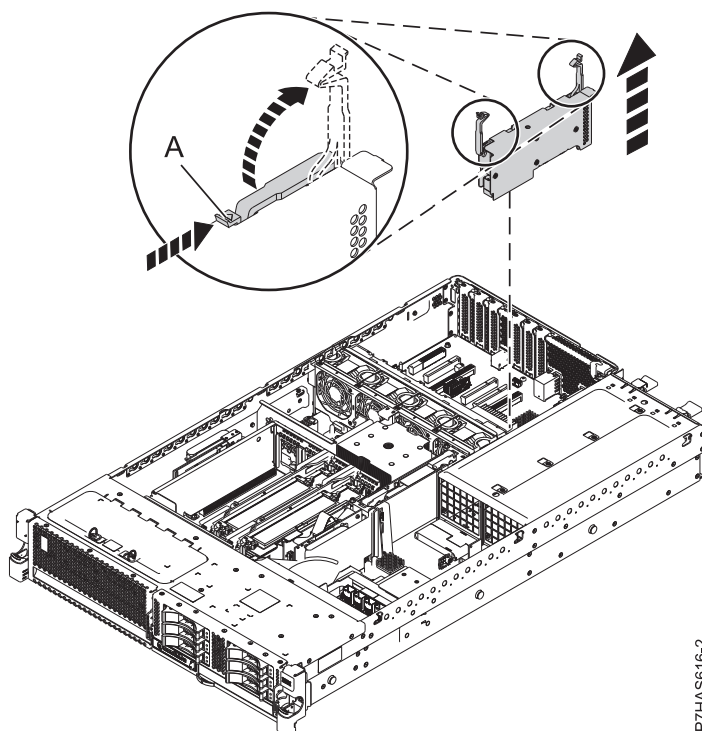

図 5. システムからのアダプターの取り外し
12. 図 5 に示すように、既存の GX アダプター (フィーチャー・コード (FC) EJ0H, GX++ LP 1 ポート PCIe2 x8 アダプター) アセンブリーを取り外します。アダプターを取り外すには、以下のステップを実行してください。
- a. アダプターの上にあるラッチ (A) のロックを解除します。